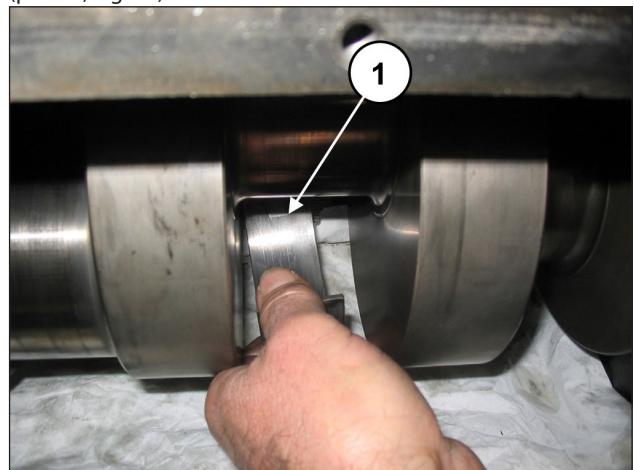

Fig. 27
Solte os três semi-rolamentos superiores das semi-hastes (pos. ①, Fig. 27).